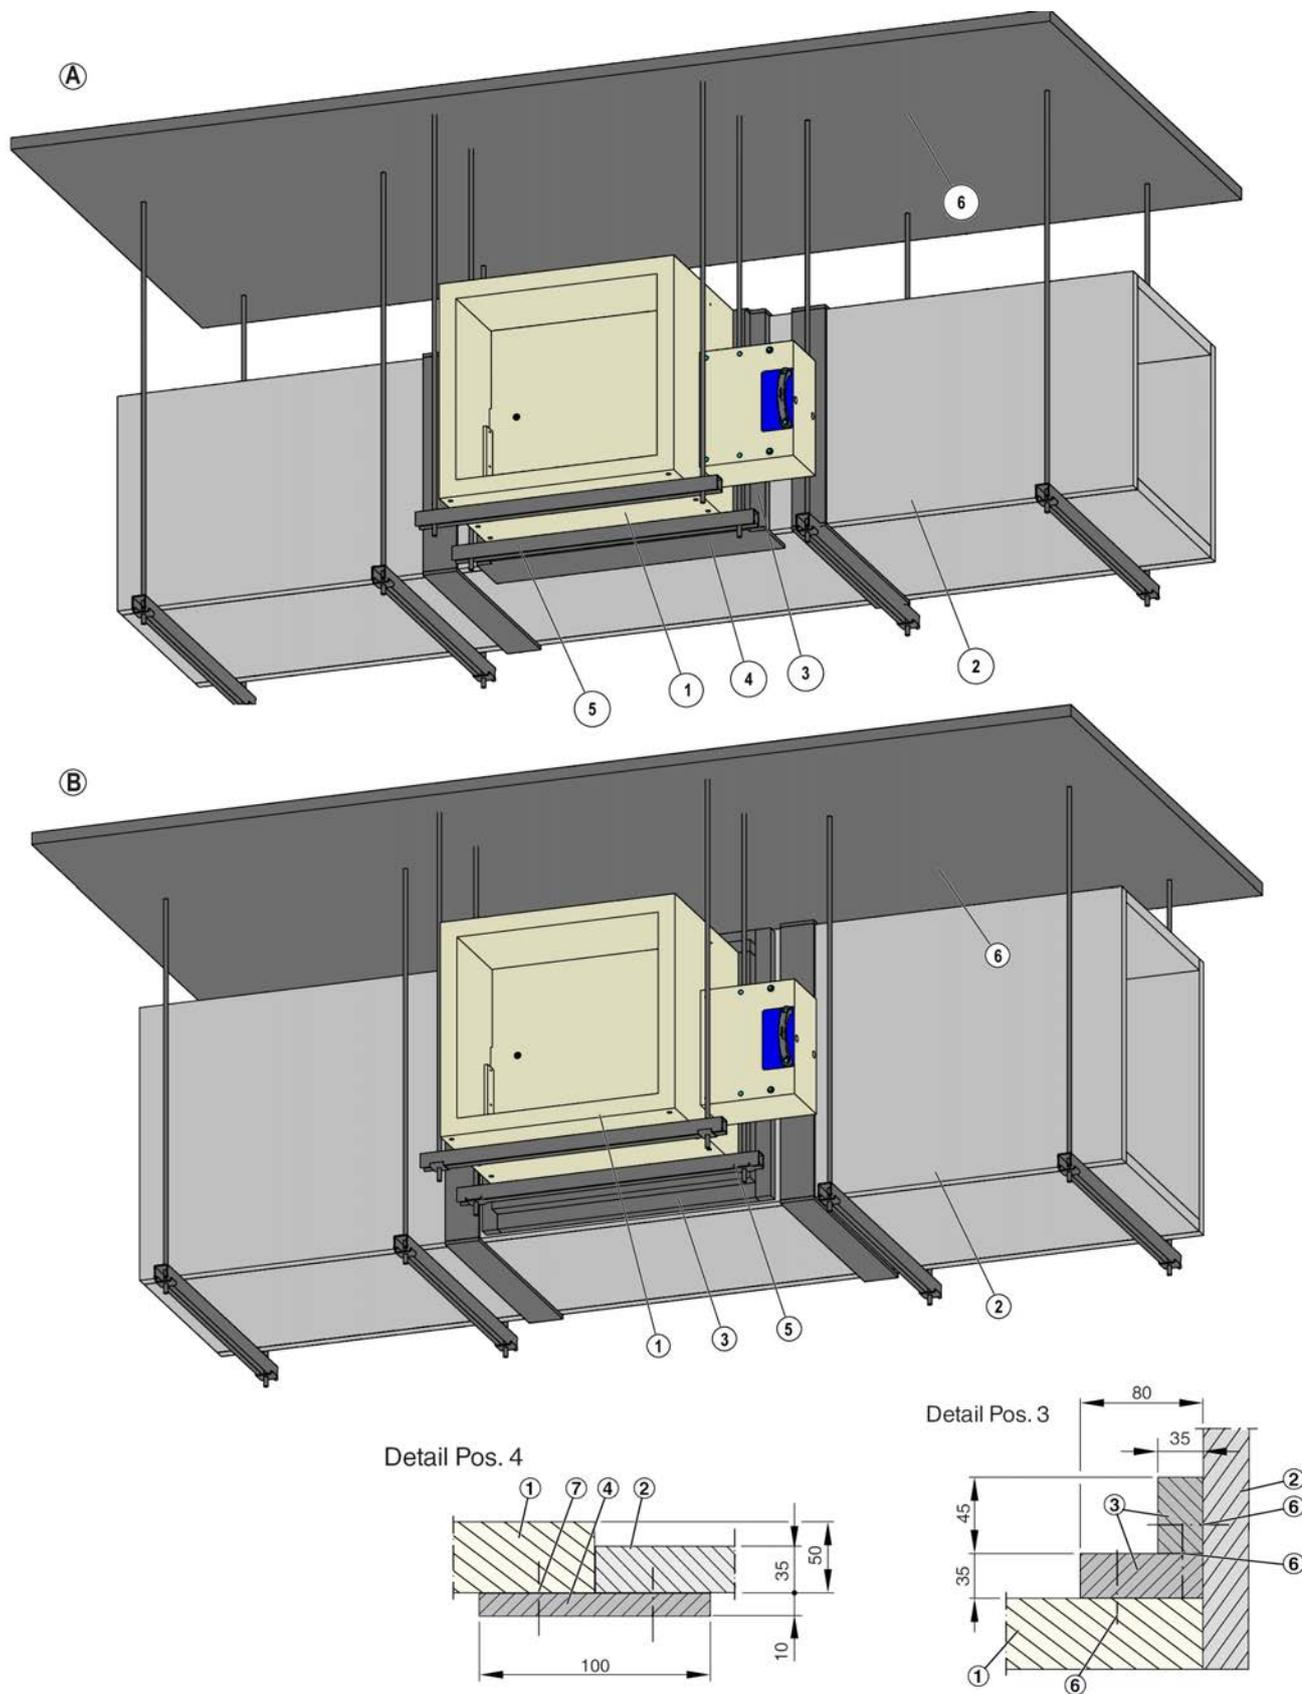

Fig. 21: Instalación horizontal en conductos para extracción de humo, índice de clasificación: v_{ed}
3. ▶ Conectar el conducto para extracción de humo a la compuerta mediante una sección en ángulo (Fig. 21 /3) entre el conducto y la compuerta. Aplicar pegamento en las juntas de las secciones en ángulo, en los conductos para extracción de humo y en la compuerta para control de humo, unir las partes con grapas de acero, a una distancia de $\leq 150 \text{ mm}$.